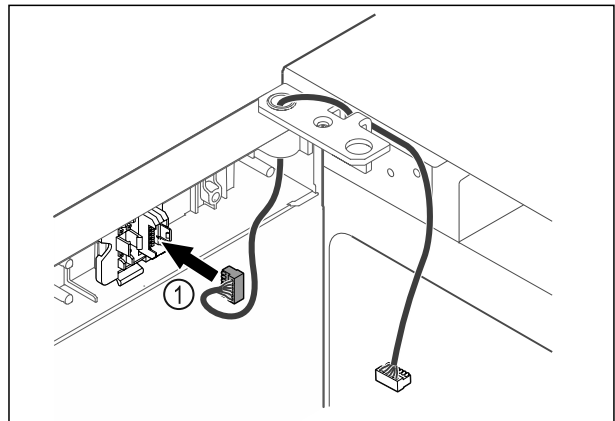

Fig. 42
- Introduceți fișa Fig. 42 (1) în suportul fișei.